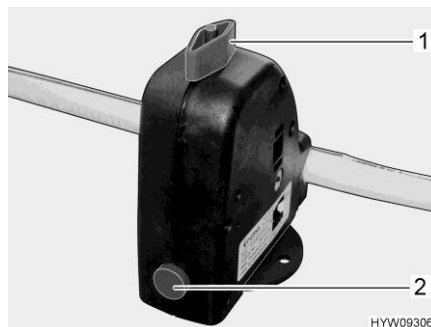

Fig. 221 Valve de sécurité et de vidange (chauffe-eau)
Le chauffe-eau est équipé d'une valve de sécurité et de vidange (Fig. 221). La valve de sécurité et de vidange empêche que l'eau ne gèle dans le chauffe-eau lorsque le chauffage n'est pas allumé en cas de gel.
- Fermer la valve de sécurité et de vidange. Tourner pour cela le bouton rotatif (Fig. 221,1) dans le sens transversal par rapport à la valve de sécurité et de vidange et enfoncer le bouton-poussoir (Fig. 221,2).
- Ouvrir la valve de sécurité et de vidange. Tourner le bouton rotatif (Fig. 221,1) dans le sens longitudinal par rapport à la valve de sécurité et de vidange. Le bouton-poussoir (Fig. 221,2) ressort. Le chauffe-eau est vidé à l'extérieur par le biais de la valve de sécurité et de vidange.